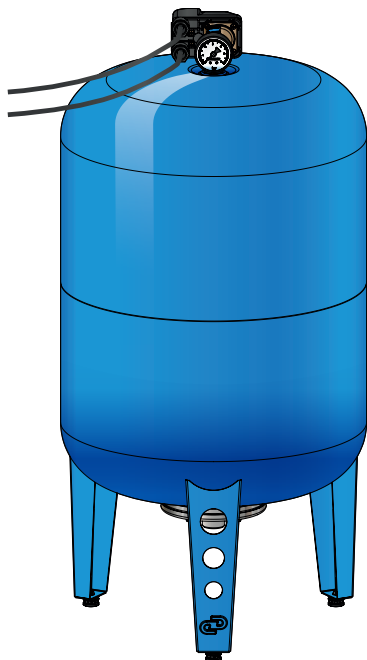

Рисунок 3
5. **Держатель мембраны** (резьбовой штуцер с наружным размером $1/2"$ и с внутренним $1/4"$ на моделях 100 л, либо с наружным размером $3/4"$ и с внутренним $1/2"$ на моделях 200, 300, 500 л). Совместим с комплектом «КАБ» (рисунок 3)***.